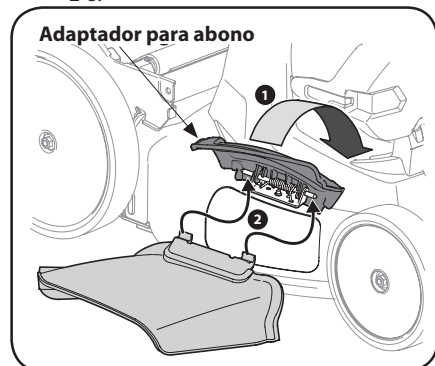

Figura 2-8
1. En lado derecho de la cortadora, levante el adaptador para abono. Vea la Figura 2-8.